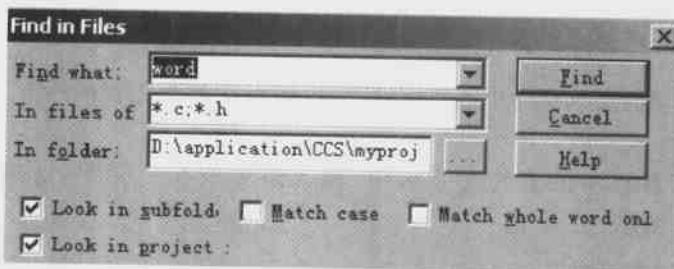

图 3.53 工程文件中查找字符串对话框
(4) 也可在整个工程文件中查找字符串,在 Edit 菜单中选择 Find in Files 命令,或者在标准工具栏中单击 图标,则弹出如图 3.53 所示的对话框。这里的设置是:在工程文件 myproject 中的扩展名 \*.c 或 \*.h 的文件中,查找字符串“word”。
(4) Remove a Bookmark from a Source File(清除书签) 有以下 3 种方法可以清除书签标记：
① 在编辑窗口中,把光标移动到需要删除的书签的位置右击,选择 Bookmarks→Remove Bookmark 命令。
② 在 Edit 菜单中,选择 Bookmark 命令,将弹出如图 3.53 所示的 Bookmark 对话框列表,选中需要删除的书签,单击 Remove 按钮。
③ Edit Toolbar 中单击 图标,将弹出如图 3.53 所示的 Bookmark 对话框列表,选中需要删除的书签,单击 Remove 按钮。